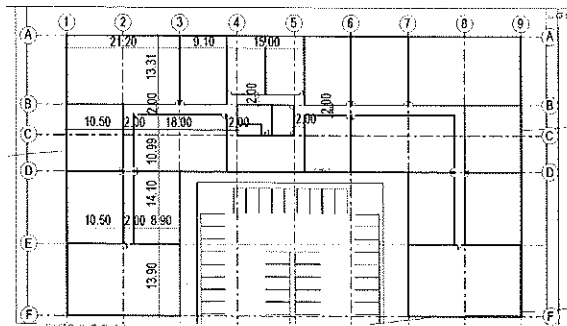

Figura A.70 – Inserção de portas no Pav Tipo.
2. A próxima etapa é a inserção de portas. Vamos utilizar a porta de 70 para todas as salas com distância da parede de 10 cm, conforme a Figura A.70.